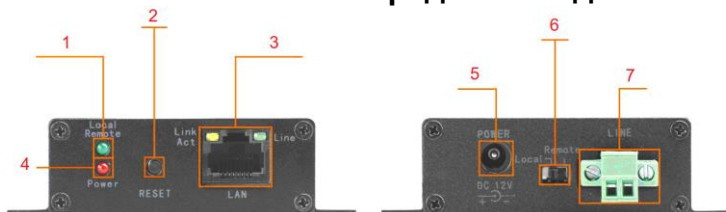

Рис. 2 Элементы устройств ТА-IP и RA-IP
1. Установите положение переключателя (п.6 рис.2) в положение **Local** на локальном устройстве и в положение **Remote** – на удаленном.
2. Подключите оконечное IP-оборудование (IP-камеру, коммутатор, др.) к разъемам RJ45 (п.3 рис.2)
3. Соединительный кабель подключите к клеммным колодкам (п.7 рис.2).
4. Подключите блоки питания к устройствам. Подайте питание. Индикаторы питания (п.4 рис.2) и индикатор **Link Act** разъема RJ45 должны загореться.
6. Если данные передаются не корректно, перезагрузите устройства, нажав кнопку **Reset** (п.2 рис.2).